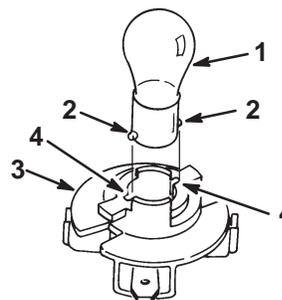

Bild 52
5. Drücken und drehen Sie die Birne entgegen dem Uhrzeigersinn bis zum Anschlag (ca. 1/4 Umdrehung) und nehmen sie aus der Birnenfassung heraus (Bild 52).
1. Die Glühbirne hat Metallstifte an der Seite ihres Unterteils. Fluchten Sie die Stifte auf die Schlitzlöcher in der Birnenfassung aus und setzen das Unterteil in die Fassung (Bild 52). Drücken Sie die Birne hinein und drehen sie im Uhrzeigersinn bis zum Anschlag.